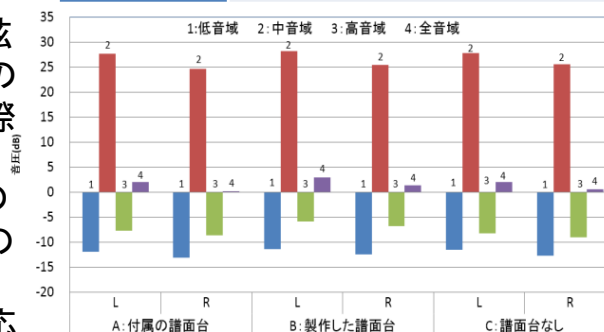

図2 各音域での1/3解析結果
- 1/3オクターブ解析を行った結果、L(左)とR(右)での全音域の最大値は、譜面台なしの場合とほぼ同等の結果となった(表1、図2)。